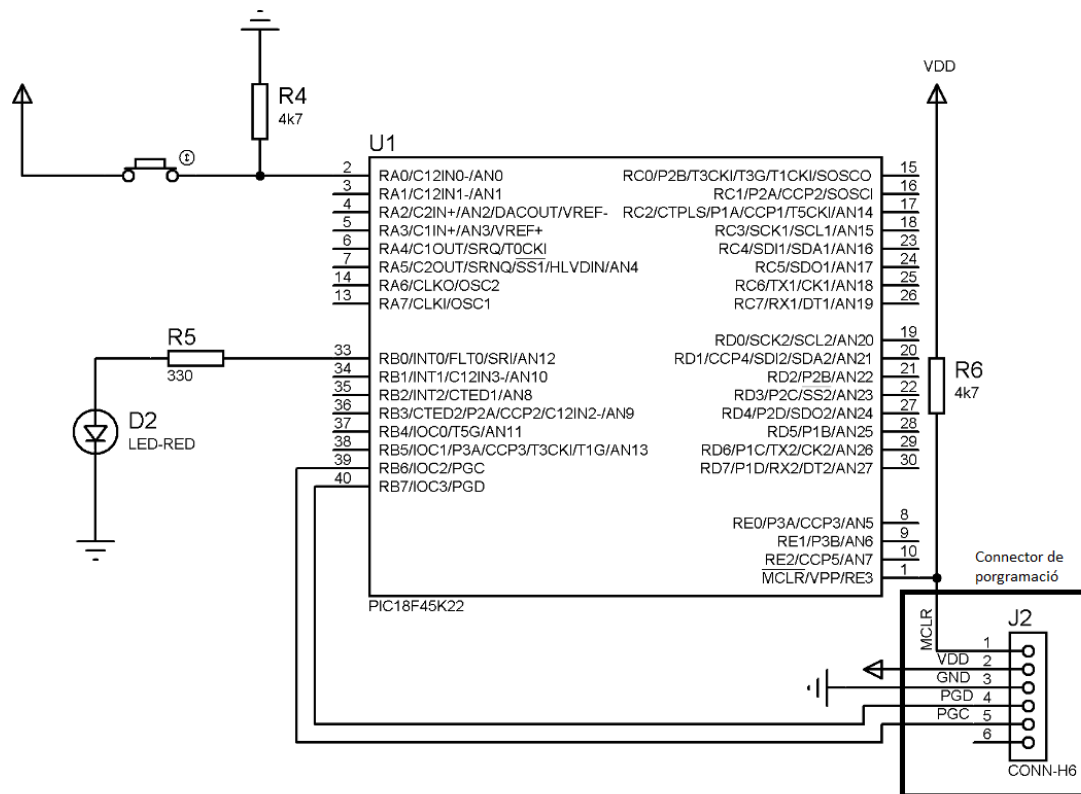

Figura 4
- Implementació física del circuit sobre *protoboard*. Cal afegir al circuit físic el cablejat necessari per a poder programar-lo 'in circuit' amb el dispositiu de programació ICD3. La figura 4 ens mostra l'esquema complet del circuit que heu de muntar. La tensió d'alimentació V_{CC} l'obtindrem d'una font d'alimentació. Haurem d'ajustar la font per a que ens doni una tensió de **5 Volts**.
A part del circuit que veiem a la figura 4, hem de fer les connexions necessàries amb els pins d'alimentació del PIC. El Proteus no ens mostra els diferents pins d'alimentació del micro, però son els següents: